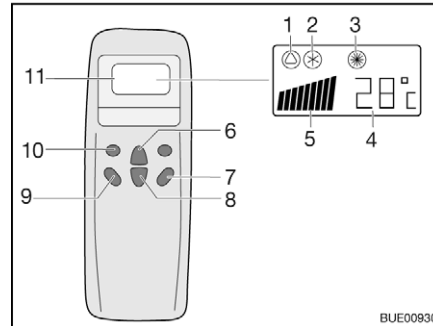
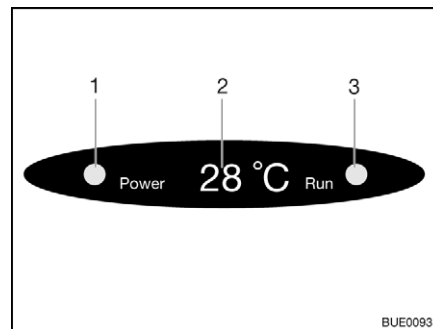

Bild 179 Fjärrstyrning
Bild 180 Diffusörens display
- Tryck på knappen "ON/OFF" (Bild 179,7).
- Tryck så många gånger på knappen "Mode" (Bild 179,10) tills önskad driftstyp (Bild 179,1, 2 eller 3) visas på displayen. Motsvarande kontrollampa tänds på diffusörens display (Bild 180,3).
- Ställ in önskad temperatur med knappen Temperaturökning (Bild 179,6) eller Temperatursänkning (Bild 179,8).
- Med knappen Fläktvarvtal (Bild 179,9) väljs önskad fläktkapacitet.